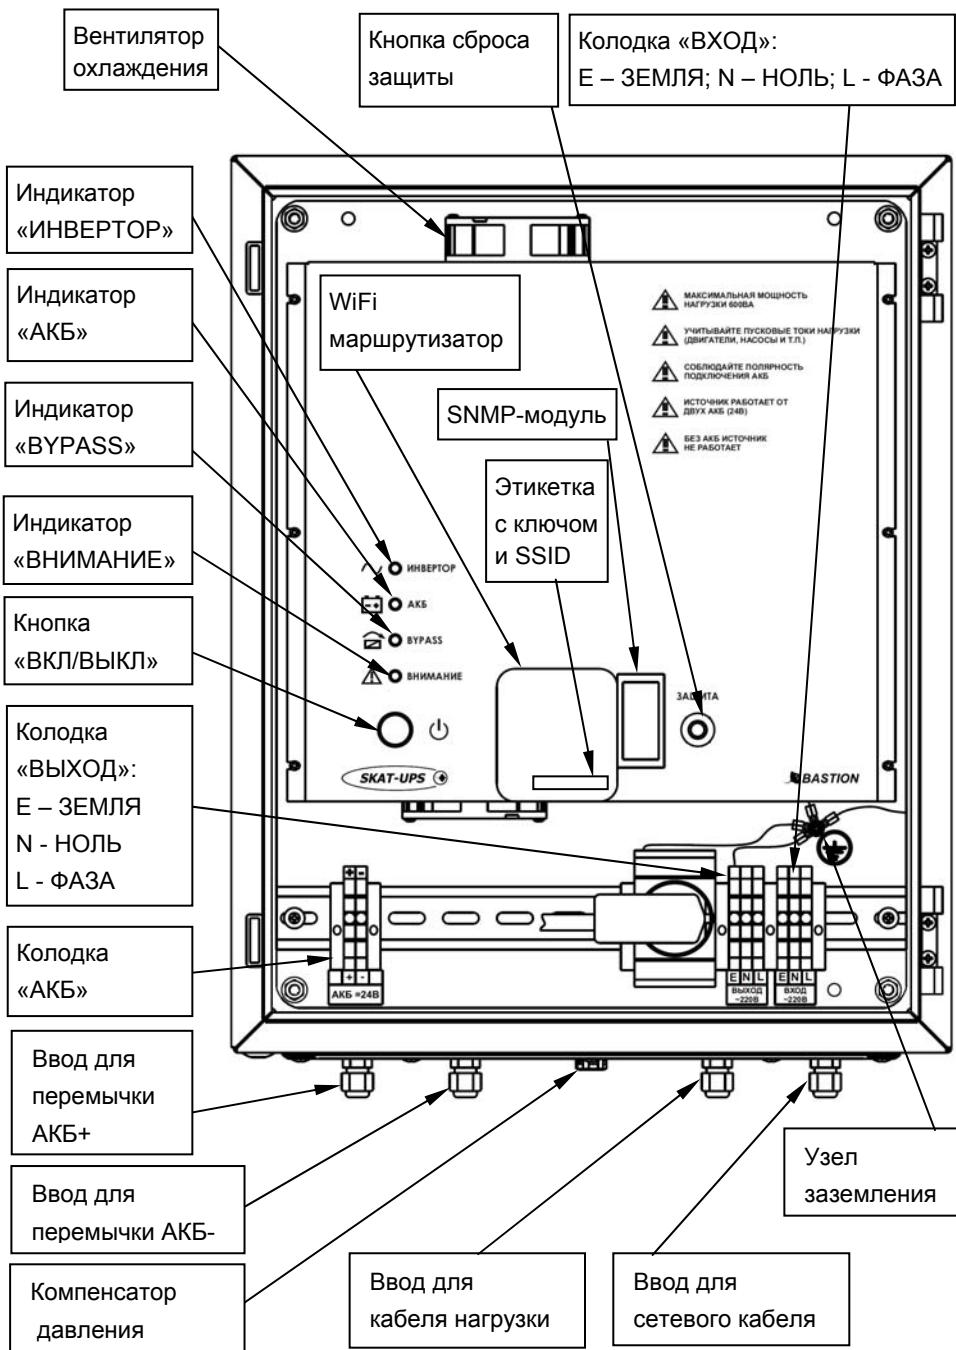

Рисунок 2 - вид изделия с открытой дверцей
Ключ доступа к сети и SSID указаны на этикетке, расположенной на передней панели маршрутизатора (см. рисунок 2).
Установите кабельные вводы и компенсатор давления (входят в комплект поставки) в предусмотренные для них отверстия на нижней стенке корпуса изделия (см. рисунок 2).
Подключение внешних цепей к изделию выполняется через соответствующие кабельные вводы в соответствии с назначением клемм подключения (см. рисунок 2).
- Подключите к изделию, соблюдая полярность, провода для подключения внешней АКБ (см. рисунок 2).
- Зафиксируйте подведенные к изделию провода и кабели в соответствующих герметичных кабельных вводах (см. рисунок 2).
- После самотестирования изделие перейдет в режим «ОСНОВНОЙ», включится индикатор «ИНВЕРТОР» (см. рисунок 2).